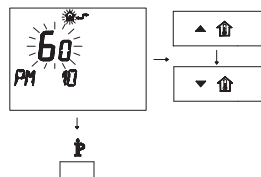

Fig. 2.40
- 4 Изменение программированной НАСТРОЙКИ производится при помощи кнопок о затем подождать, пока не начнет мигать запрограммированный номер ( Fig. 2.40).